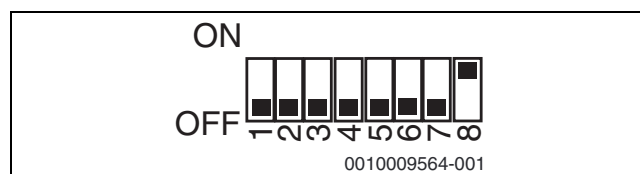

Fig. 22 Ajuste de fábrica
- ▶ Retirar la cubierta de la válvula de gas → fig. 22.